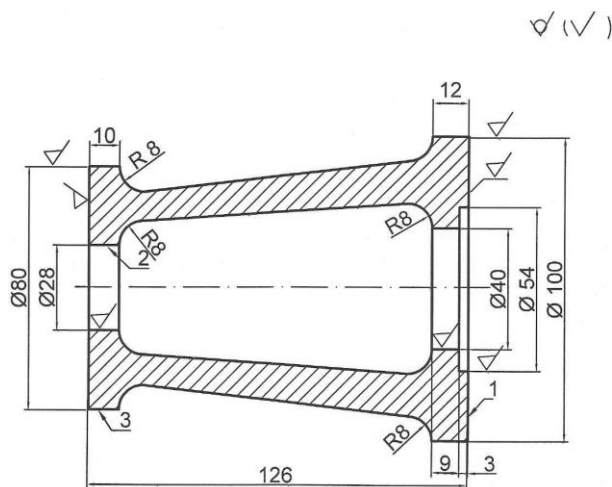

Рис. 1 Корпус (сталь 25Л)
8. По эскизу детали (рис.1) разработайте эскиз отливки. Приведите эскизы модели и собранной литейной формы (в разрезе) с указанием размеров. Дайте обоснование назначению размеров модели. Опишите последовательность изготовления литейной формы и получения отливки.